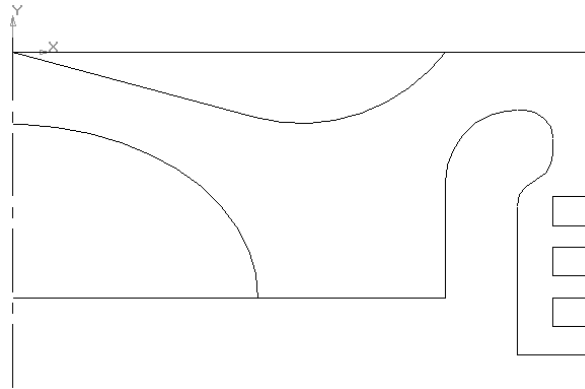

Рис. 3.51
6. Удаление. В строке главного меню нажмите **Редактор > Удалить > Часть кривой** и удалите лишние линии (рис. 3.51).